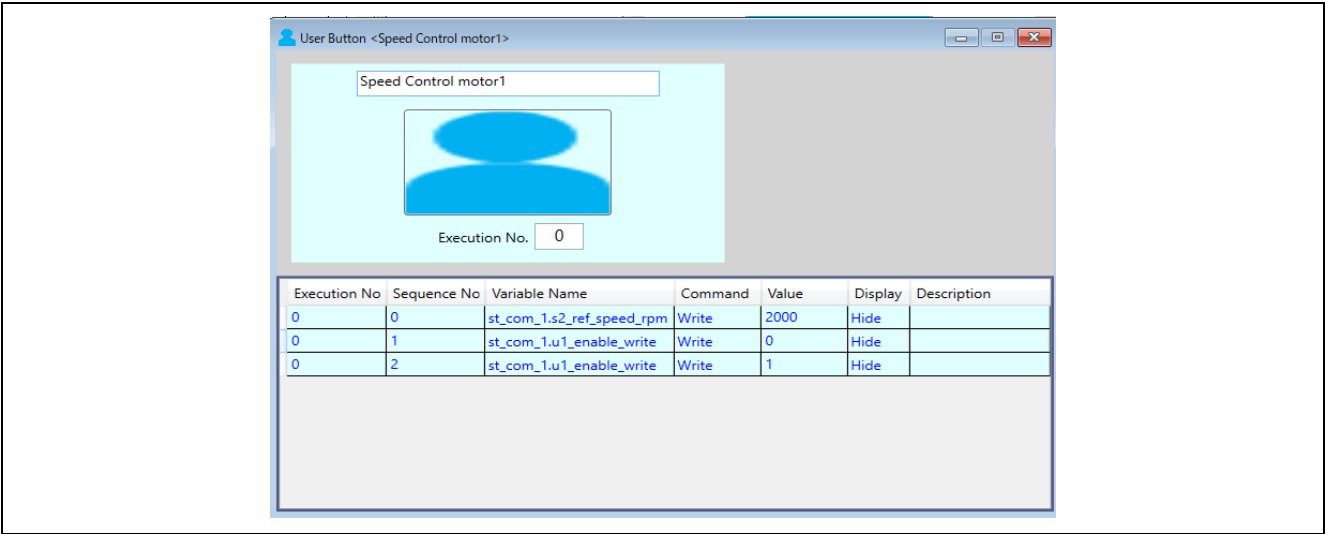

図 4-6 速度指令の変更
- 図 4-6 のように設定することで、速度指令を入力し、ボタンを押すことで速度指令が変更できます。